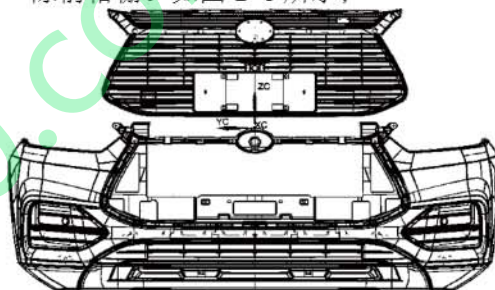

图 2-5 前格栅的拆卸
- (6) 拆下安装在前保险杠本体和前格栅上的 12 个自攻钉，并将前格栅两端与保险杠连接的卡脚拉出，即可拆除前格栅。如图 2-5 所示；